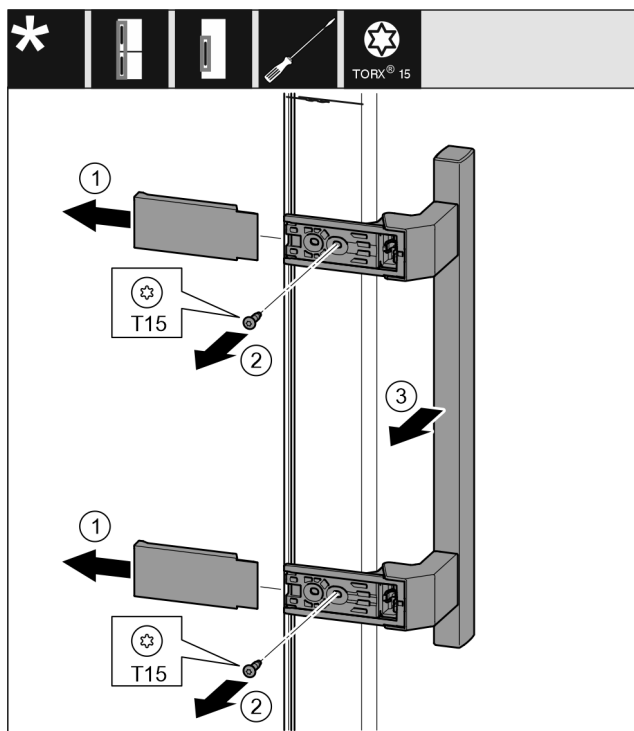

Fig. 19
- ▶ Свалете капака. Fig. 19 (1)
- ▶ Отвийте винтовете с отвертка T15. Fig. 19 (2)
- ▶ Свалете дръжката. Fig. 19 (3)
- ▶ С плоска отвертка внимателно повдигнете страничната тапа и я извадете. Fig. 19 (4)
- ▶ Отново поставете тапата от другата страна. Fig. 19 (5)